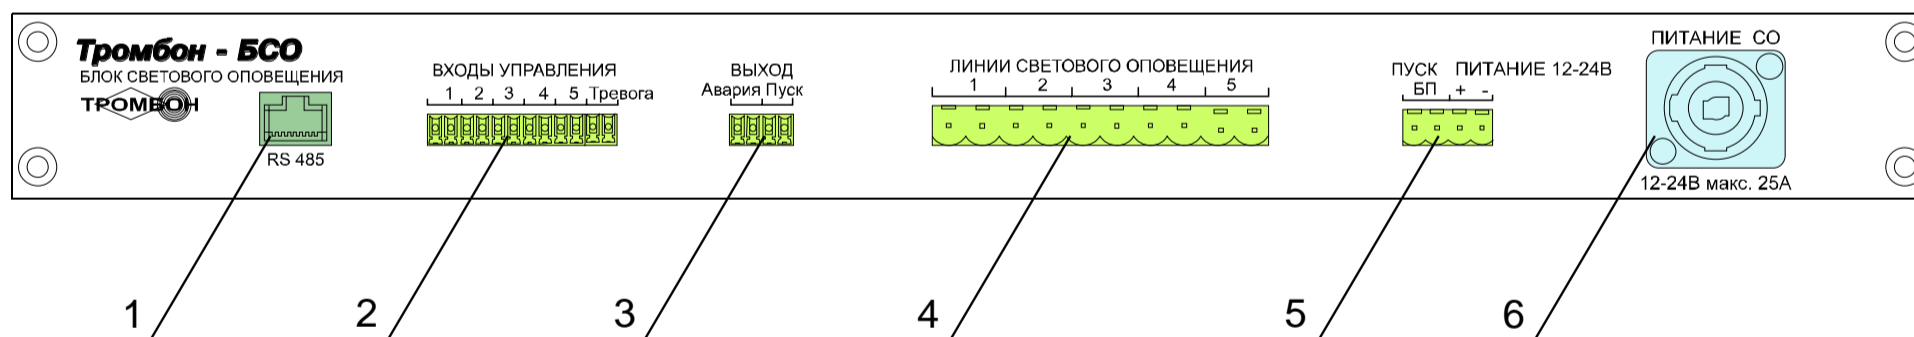

Рис. 2
6.2. Подключение к прибору управления «Тромбон – ПУ-ХХ» или автоматической установке пожарной сигнализации (АУПС). Для подключения используется клеммы «Тревога» разъёма «ВХОДЫ УПРАВЛЕНИЯ» (рис. 2, поз. 2). Данные клеммы необходимо подключить к выходу «ПУСК» прибора управления или к релейному выходу АУПС. Полярность подключения значения не имеет. Схема подключения приведена в приложении 1.
6.3. Подключение выключателей светового оповещения «Тромбон – ВСО». Для подключения выключателей используются клеммы 1, 2, 3, 4, 5 разъёма «ВХОДЫ УПРАВЛЕНИЯ» (рис. 2, поз. 2).